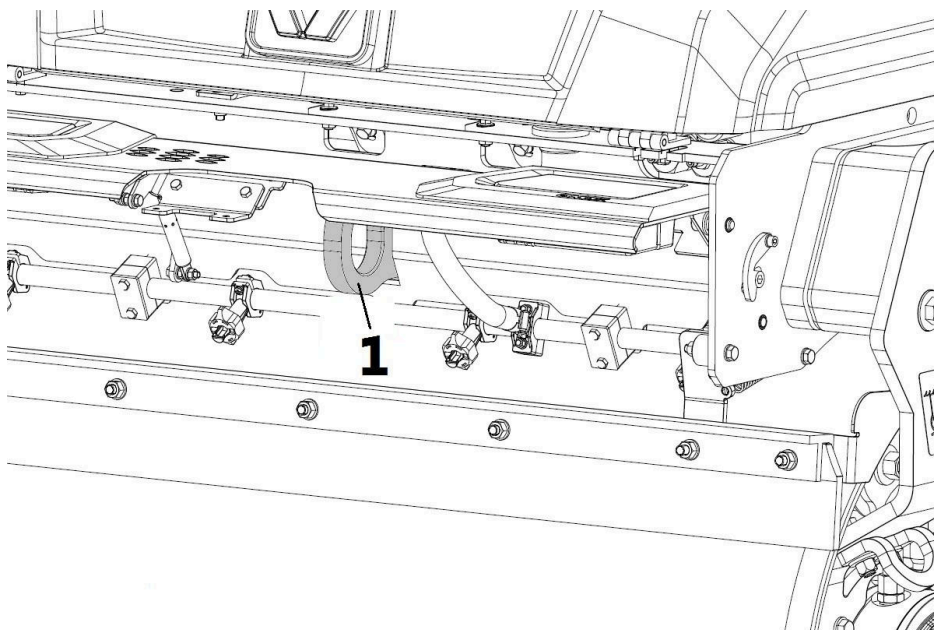

Рисунок 6-11: Буксировочное кольцо (1).
1. Открыть переднюю или заднюю крышку машины, использовать буксировочное кольцо для буксировки (см. рисунок 6-11);